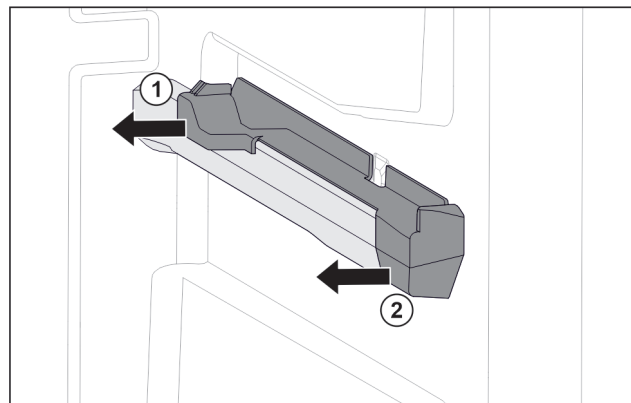

Fig. 39 Elemento inseribile sulla nervatura destra del contenitore
- ▶ Estrarre l'elemento inseribile dal lato posteriore di lato. Fig. 39 (1)
- ▶ Estrarre l'elemento inseribile dal lato anteriore di lato. Fig. 39 (2)